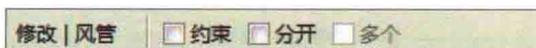

图 1-9
- 移动（快捷键：MV）：用于将选定的图元移动到当前视图中指定的位置。单击“移动”按钮，选项栏如图 1-9 所示。